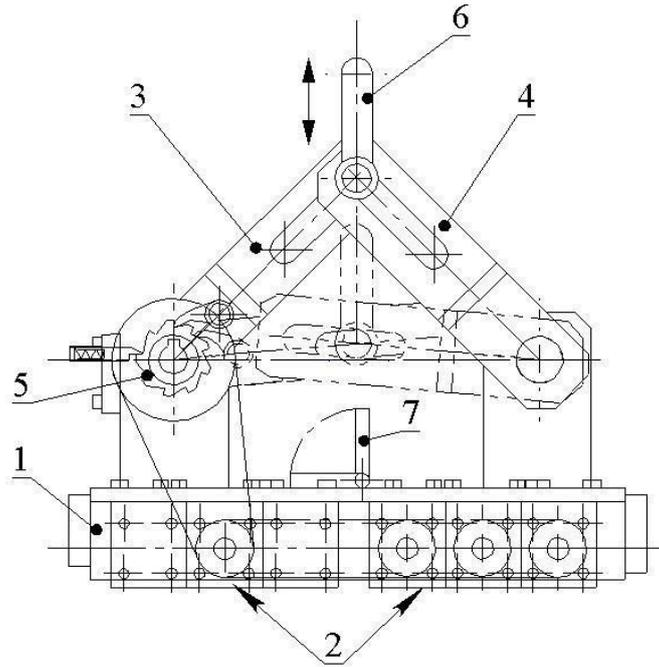

Рис. 2
Конструкция захвата изображена на Рис.2. Она представляет собой сложную управляемую магнитную систему, встроенную в цельный металлический корпус (1). Рабочей поверхностью захвата является нижняя часть корпуса – магнитная подошва (2). Несущими и управляющими элементами захвата являются подвижные рычаги (3) и (4), сочлененные между собой с помощью неразъемной такелажной скобы (6). Скоба служит для подвеса магнитного грузозахвата к грузоподъемным механизмам (кран, лебедка, и. т. д.).